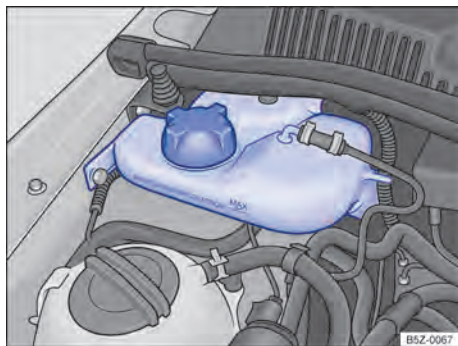

Fig. 182 No compartimento do motor: reservatório de gasolina para o sistema de partida a frio para motores 1.6 (válido somente para o motor CCRA).
O reservatório de gasolina do sistema de partida a frio encontra-se no compartimento do motor, no lado direito → Fig. 182.
- Nunca ultrapassar a marca "MAX" indicada no reservatório → Fig. 182.